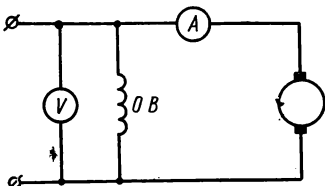

Рис. 2.46
1. Собрать цепь (рис. 2.46) и показать ее преподавателю для проверки. Тормоз двигателя отпустить.